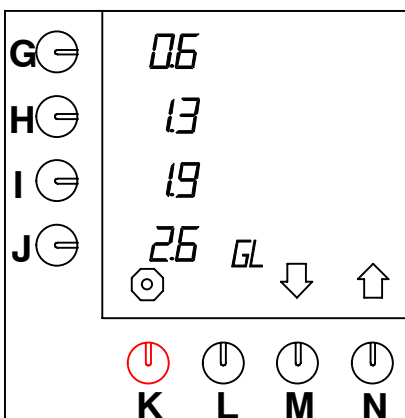

Abb. 29 Ändern der vorprogrammierten Wahltasten für Gallonen
- Drücken Sie auf die Wahltaste (N.)↑, bis Abb.29 im Display erscheint.